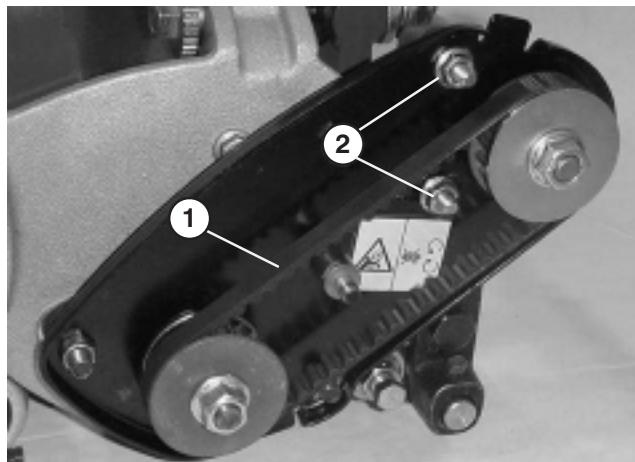

Bild 38
- A. Lösen Sie die Befestigungsmuttern des Lagergehäuses (Bild 38).
C. Ziehen Sie die Befestigungsmuttern des Lagergehäuses an (Bild 38). **Ziehen Sie den Riemen nicht zu stark an.**
A. Lösen Sie die Befestigungsmuttern des Lagergehäuses (Bild 38).